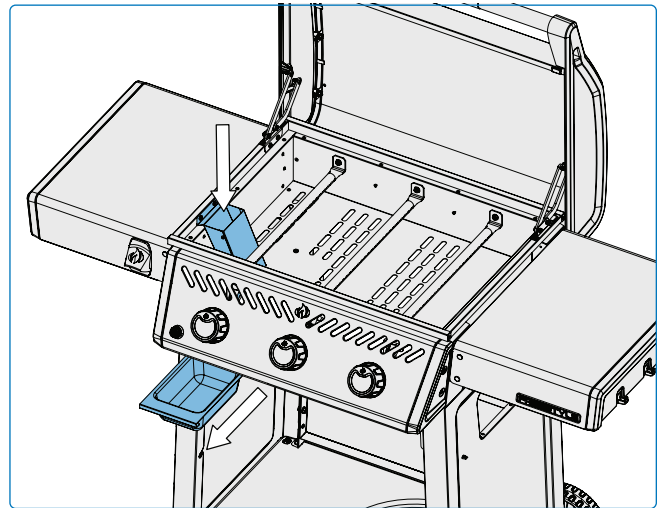

Abb. 11
1. Sobald das Gerät vollständig abgekühlt ist, nehmen Sie die Tropfschale vorsichtig gerade aus dem Gerätewagen heraus, ohne sie zu kippen. **(Abb. 11)**.